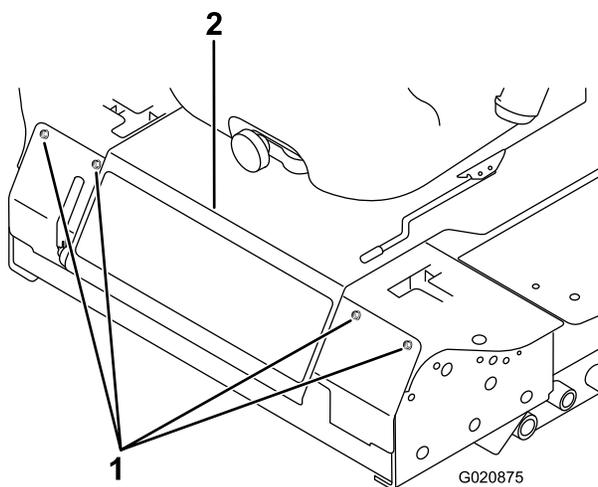

Рисунок 53
3. Снимите болты крепления передней панели и снимите переднюю панель (**Рисунок 53**).